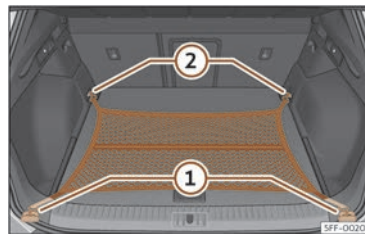

Fig. 192 En el maletero: bolsa de red enganchada a ras del suelo.
- Fije los ganchos de la red en las argollas de amarre >>> **fig. 192 ① y ②** >>> ⚠. La cremallera de la bolsa tiene que quedar hacia arriba.